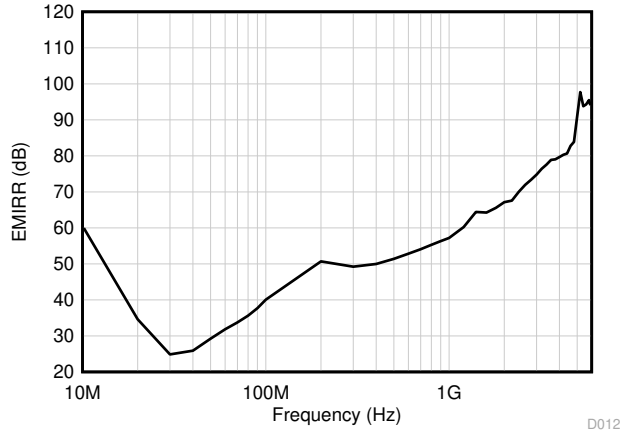

图 7-3. EMIRR 测试
OPAx992 通过集成电磁干扰 (EMI) 滤波降低无线通信设备、混合使用模拟信号链和数字元件的高密度电路板等干扰源产生的 EMI 效应。利用电路设计技术可以提高 EMI 抗扰度；OPAx992 从这些设计改进中受益。德州仪器 (TI) 已经开发出在 10MHz 至 6GHz 扩展宽频谱范围内准确测量和量化运算放大器抗扰度的功能。图 7-3 展示了对 OPAx992 执行此测试的结果。表 7-1 展示了 OPAx992 在实际应用中常见特定频率下的 EMIRR IN+ 值。运算放大器的 EMI 抑制比应用报告包含了与运算放大器相关的 EMIRR 性能主题，该报告可在 www.ti.com 上下载。